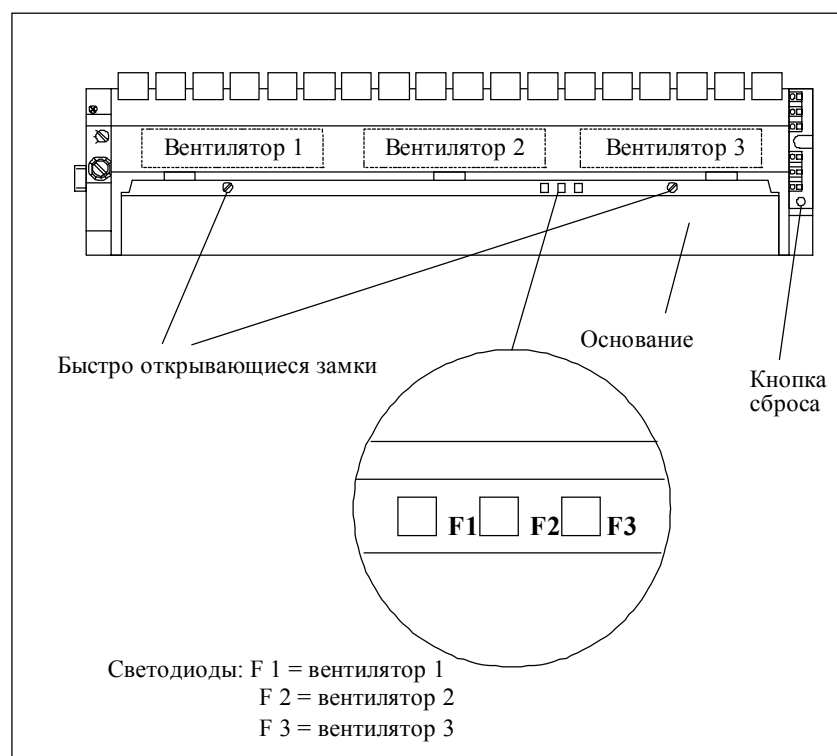

Рис. 9-3. Светодиоды вентиляторного узла
8. С помощью остроконечного предмета нажмите кнопку сброса RESET) рис. 9-3). Светодиод неисправности выключится, и вентилятор начнет вращаться.